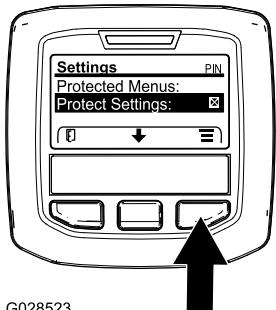

図 32
- MAIN メインメニューから中央ボタンで下へスクロールしていくと SETTINGS 設定メニューがありますから、ここで右ボタンを押します図 32。